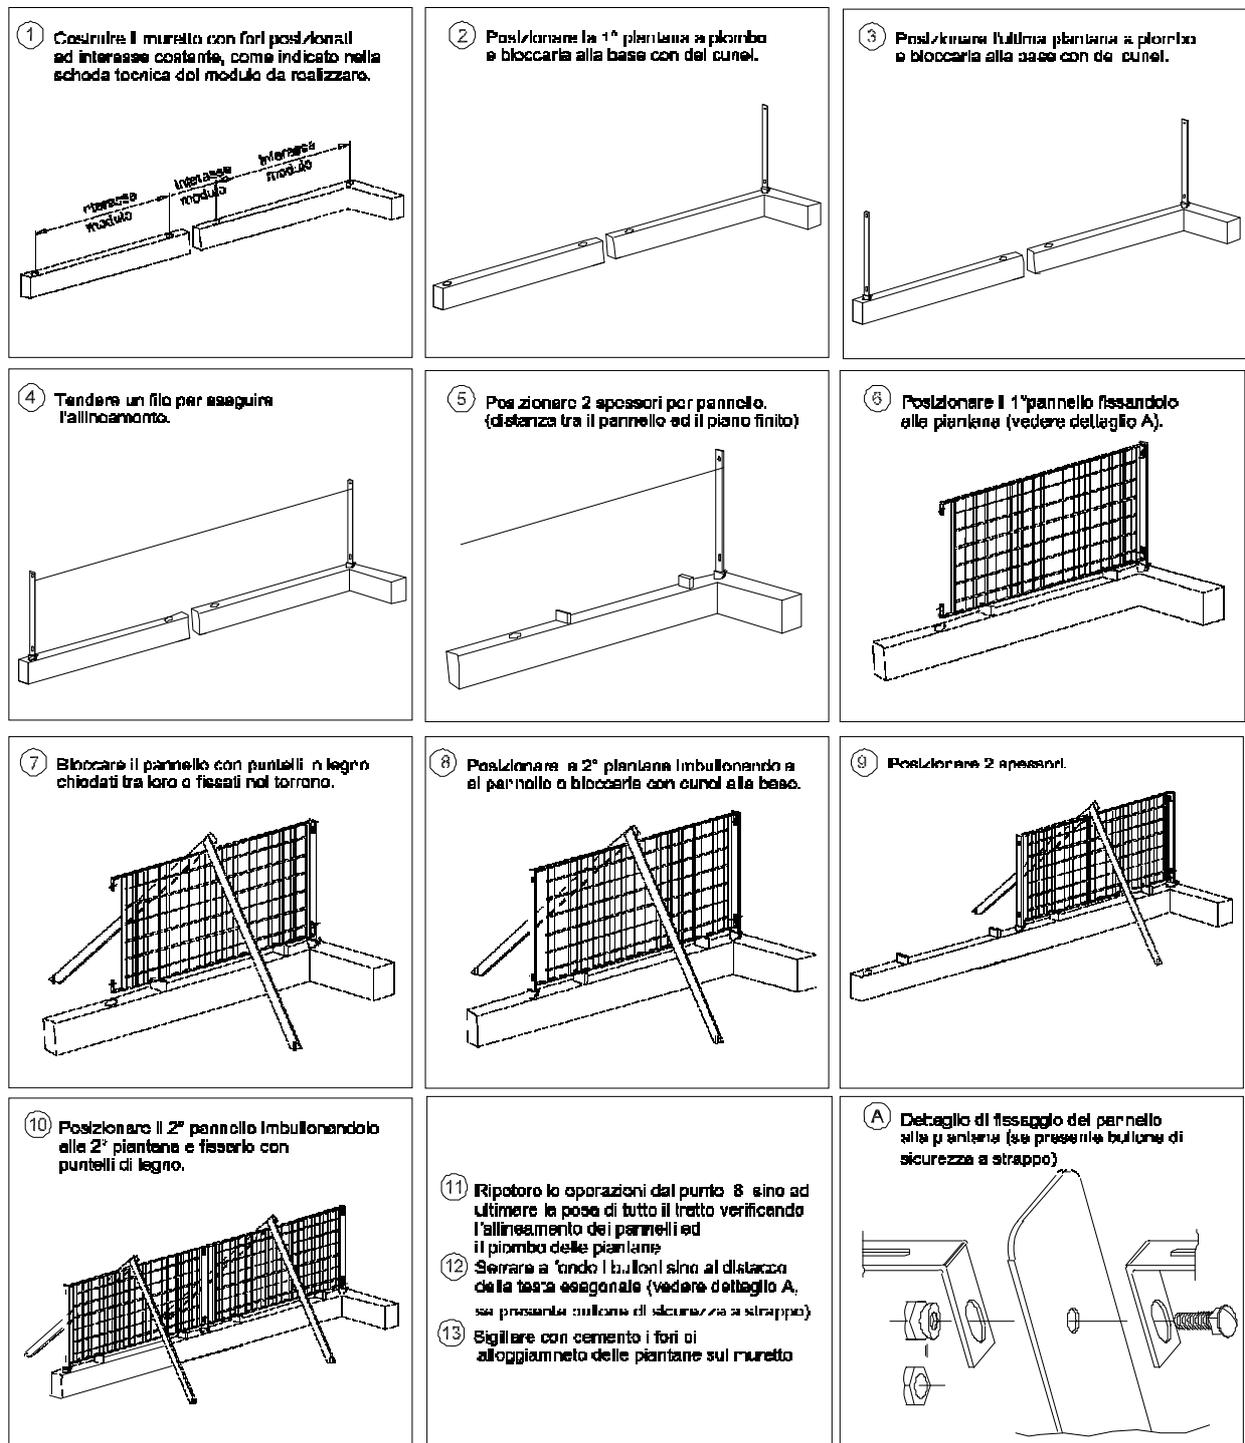

fig. 2.1
- Muretto avente fori predisposti (fig.2.1):